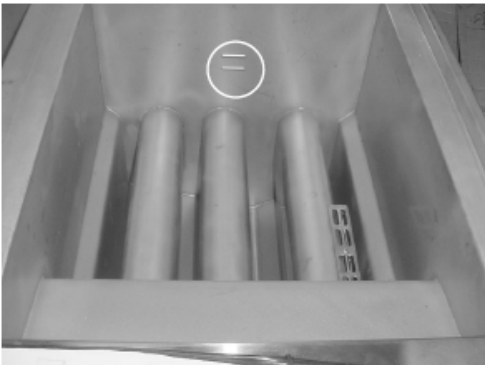

图 3-3
2. 煤气开口炸锅需要90磅（41公斤）液态炸油，电炸锅需要80磅（36公斤）液态炸油。所有炸锅的油缸后部都有两条油位线。上面一条为热油正常的油位线，下面一条为冷热正常的油位线。（见图3-3）